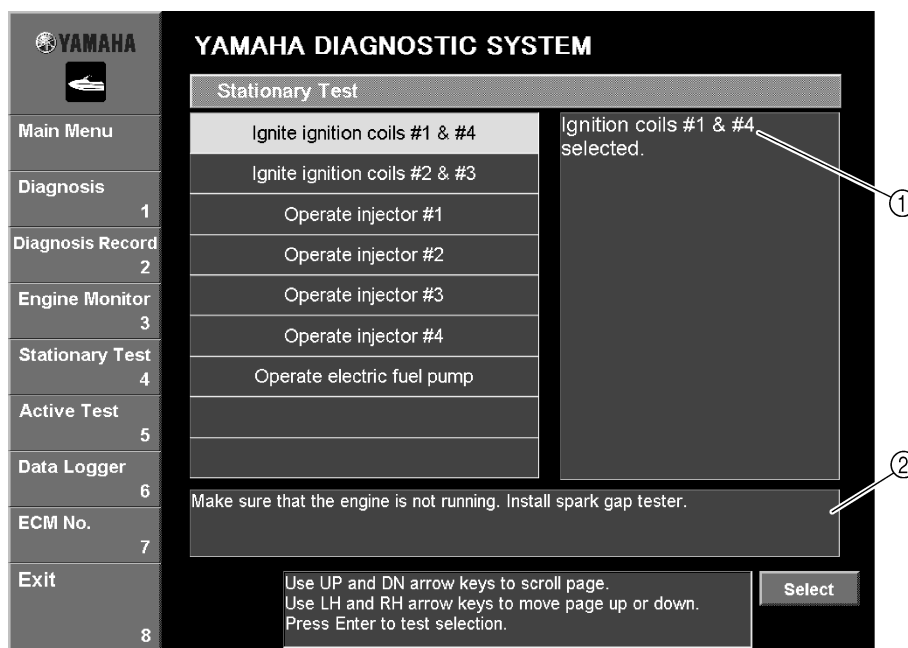

Fig. 39
1. Select the test that you wish to perform by either clicking it or pressing the up or down arrow keys on your keyboard. (Fig. 39)
4. Select the cylinder number where the spark gap tester is connected, and then click the **Select** button or press the Enter key on your keyboard. (Fig. 39)
1. Sélectionner le test à effectuer en cliquant dessus ou en utilisant les touches haut ou bas du clavier (Fig. 39).
4. Sélectionner le numéro de cylindre auquel le testeur de longueur d'étincelle est relié puis cliquer sur le bouton **Select** ou appuyer sur la touche Entrée du clavier (Fig. 39).
1. Wählen Sie den Test, den Sie durchführen möchten, entweder durch Anklicken oder durch Benutzung der Pfeiltasten auf Ihrer Tastatur aus. (Abb. 39)
4. Wählen Sie die Zylindernummer, an welcher der Zündfunkentester angeschlossen ist, und klicken Sie dann auf **Select** oder drücken Sie die "Enter"-Taste auf Ihrer Tastatur. (Abb. 39)
1. Seleccione la prueba que desea realizar, haciendo clic en ella o bien pulsando la flecha arriba o abajo del teclado. (Fig. 39)